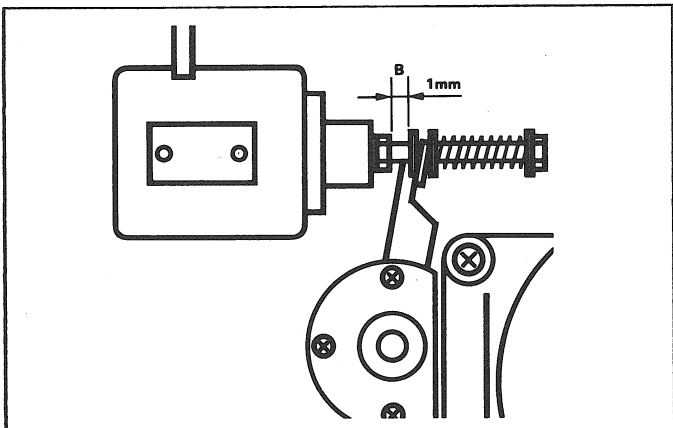

Fig. 5
- Avec la bande l'appareil on play. Accrocher un fil de nylon à une vis mise préalablement en place dans l'axe du galet et tirer avec une balance à ressort dans le sens A (fig. 5) jusqu'à ce que le galet se soulève de l'axe de cabestan (pleurage audible). La balance à ressort doit indiquer  $10\text{ N} \pm 1\text{ N}$  ( $1\text{ kp} \pm 0,1\text{ kp}$ ).
- Décaler l'aimant de pression à droite jusqu'à ce qu'on ait un espace B de 1 mm (fig. 5) entre l'entraîneur et le bras de pression. Bloquer l'aimant.
- Fixer les vis de l'aimant de pression au moyen d'une goutte de vernis. Contrôler la pression et, si nécessaire, régler au moyen de la vis C (fig. 5).